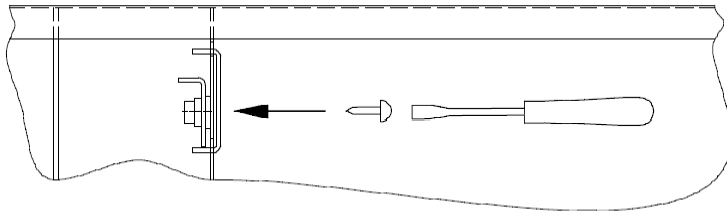

Рис.9
- 5.8. Установить планки поддерживающие решётку на среднии опоры, зафиксировать винтами (рис.9).